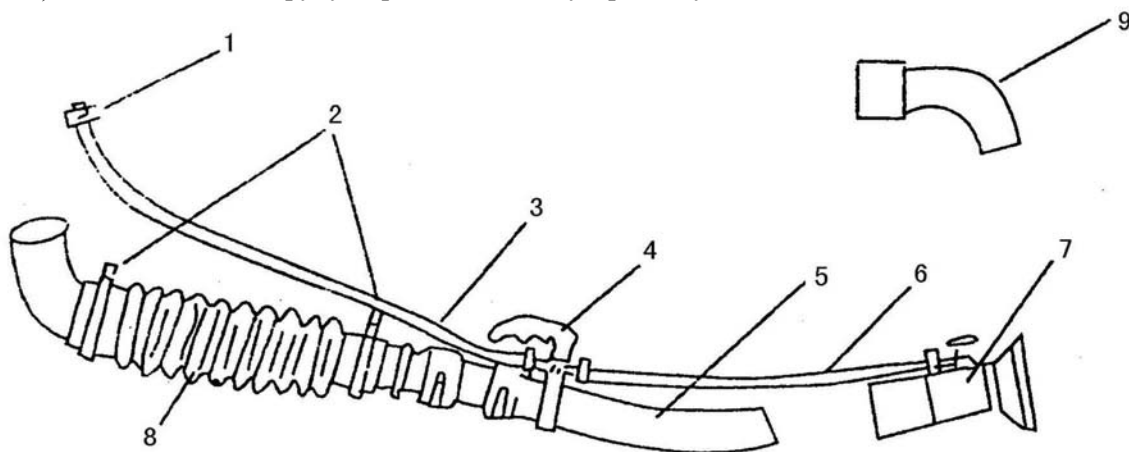

Fig.4
3) Подсоедините трубу опрыскивателя к устройству как показано на Рис.4.